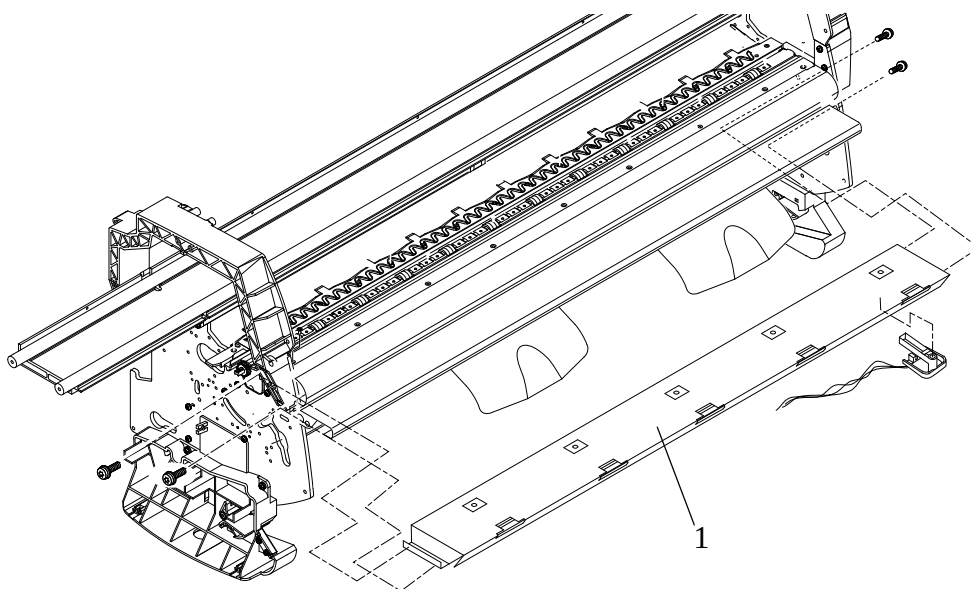

Figura 80: Guia Central
Consulte da Figura 78 à Figura 80.
5. Remova a guia central (item 1) (consulte a Figura 80):